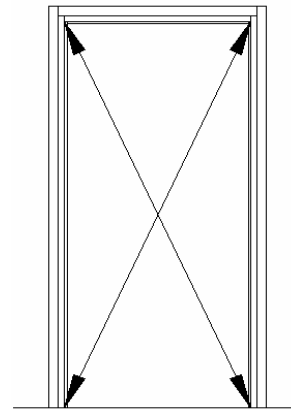
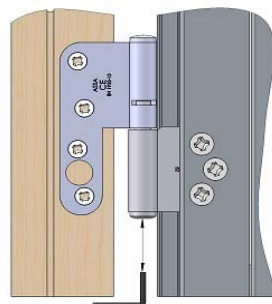

Fig. 3
Fig. 9
3. Placera karmen centriskt i väggöppningen. Skruva in ställhylsorna mot väggen så att karmen blir tillfälligt fixerad. Var noga med att alla ställhylsor ligger an mot väggen och att karmprofilen är i rätt läge i förhållande till väggen, se fig 2. Loda in gångjärnssidan med långt vattenpass i båda riktningarna, kontrollera så att överstycket är i våg och att vinkel mellan gångjärnssida och överstycke är rät. Förborra med 5,0 mm då stålregel används och 8 mm för nylonplugg i betongvägg. Fäst gångjärnssidan med skruv nr.1 **T25 6,0x 65**. Kontrollera diagonalmått så att båda är lika !! Se fig 3. Häng i dörrbladet och justera låssidan efter dörren innan sidan fixeras med skruv. Finjustera spelet mellan karm och dörr. I de fall där det förekommer justerbara gångjärn i höjdlid ska man justera justerskruven med en Torxnyckel T15 tills rätt spel uppnås mellan karmöverstycket och dörrblad. Se fig. 9.